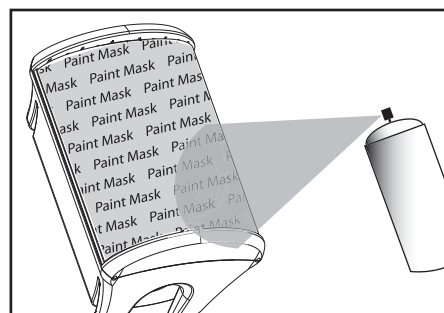

FIGURE 9
4. Using the keyhole slots in the bracket as a template, mark the installation location of the two keyhole slots with a pencil. You can do this by removing the bracket knobs on the top and bottom of the speaker and removing the bracket, or by leaving the bracket connected to the speaker [figure 9]. Orient the bracket so that the small ends of the keyhole slots are facing "up" according to the direction of installation. Reattach the bracket to the speakers, if you have removed it, by reinserting it into the bracket gap and then tightening the bracket knobs.
4. Utilisant le support comme gabarit, marquez la position des deux fentes en trou de serrure à l'aide d'un crayon. Vous pouvez le faire en retirant les boutons du support de l'enceinte et en laissant l'enceinte dans son support [figure 9]. Placez le support (position verticale ou horizontale au choix) de façon à ce que la partie rétrécie des fentes en trou de serrure soit en haut. Réinsérez l'enceinte dans son support (si vous l'avez retirée) et resserrez les boutons du support.